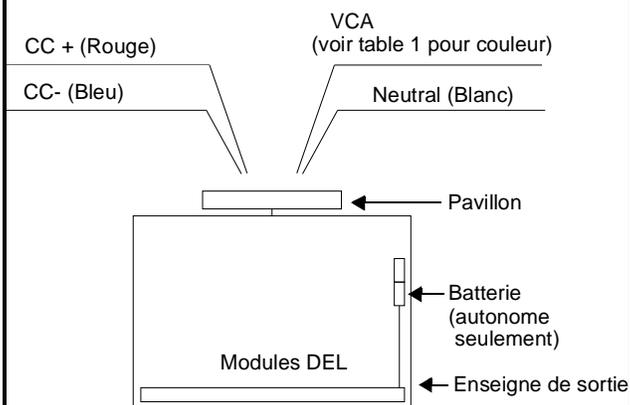

Figure 5
6. Effectuer les connections nécessaires, notre modèle universel standard peut recevoir une tension 120 à 347 VCA (voir fig 5).
Se rapporter au câblage CA et CC de la figure 5.